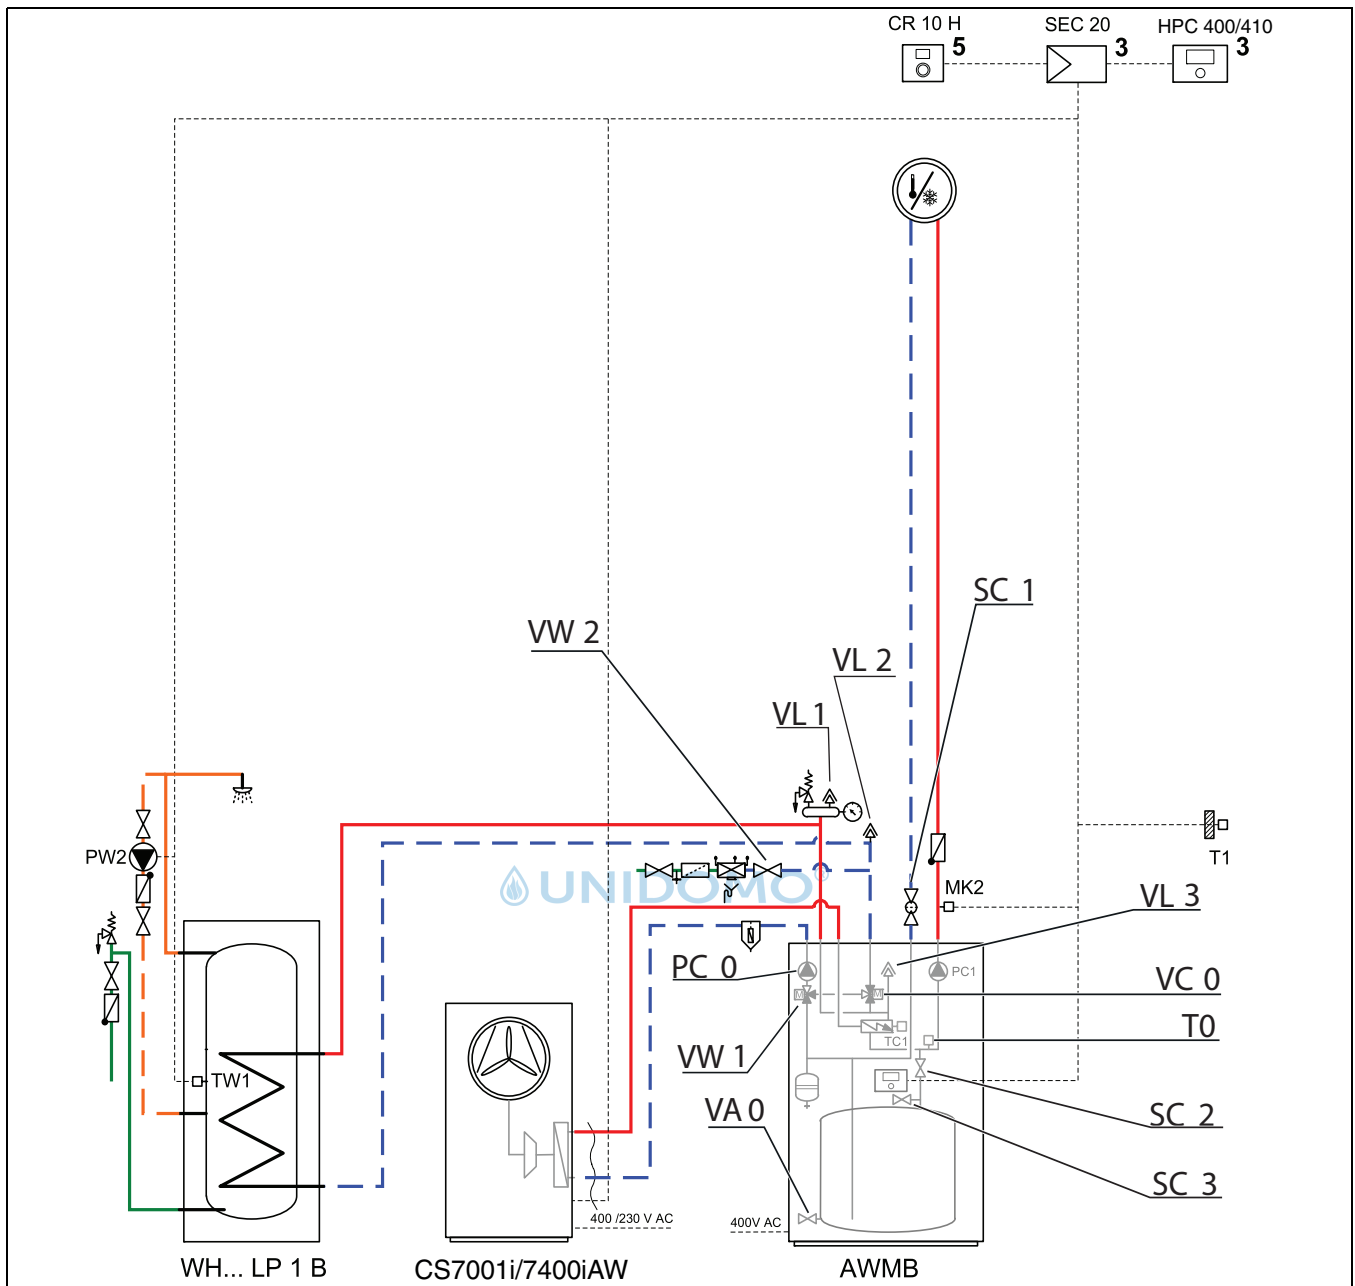

Bild 21 Inneneinheit und Heizungsanlage
2. Automatisches Entlüftungsventil VL1, VL2 und VL3 (→Abb. 21) durch Abschrauben der Kappen öffnen.
3. Filterventil SC1 schließen, Absperrventil SC2 (→Abb. 21) schließen und sicherstellen, dass sich VW1 (→Abb. 21) in der Position (B) für Zentralheizungsbetrieb befindet.
4. Ein Ende eines Schlauchs an den Entleerhahn VA0 (→Abb. 21), das andere Ende an einen Abfluss anschließen.
5. Kleinen Entleerhahn öffnen SC3 (→Abb. 21).